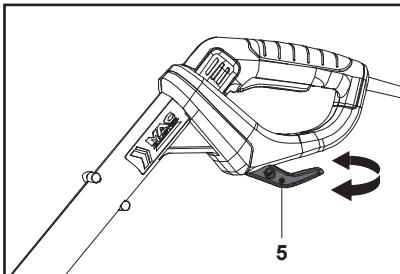

Fig. 27
3. Dacă este necesar, împinge scutul pentru plante (13) în interior.
4. Rotește suportul de cablu (rotativ) (5) și asigură-te că vârful său este orientat în spate (fig. 27).